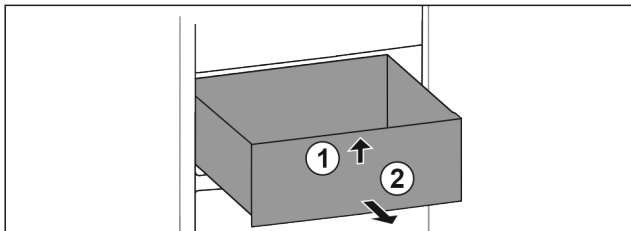

Fig. 67
- ▶ Schubfach vorne anheben. Fig. 67 (1)
- ▶ Schubfach nach vorne entnehmen. Fig. 67 (2)